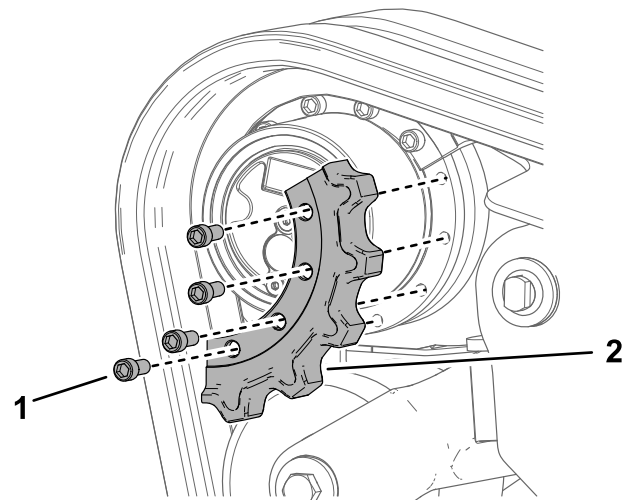

Figure 73
1. Vis (4)
12. Déposez le segment du pignon (Figure 73).
7. Appliquez du frein-filet sur les boulons du segment du pignon d'entraînement que vous avez déposé et posez le segment (Figure 73). Serrez les boulons à un couple de 247 à 301 N·m (182 à 222 pi-lb).